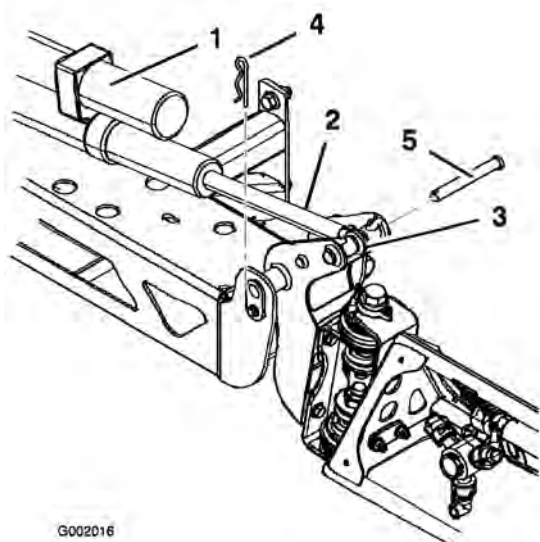

Figura 35
2. Retire el pasador de horquilla del pasador de giro (Figura 35).
3. Levante el brazo y retire el pasador (Figura 35). Baje el brazo lentamente al suelo.
6. Eleve el brazo para alinear el pivote con el émbolo del actuador. Sujetando el brazo, introduzca el pasador a través del pivote del brazo y del émbolo del actuador (Figura 35).